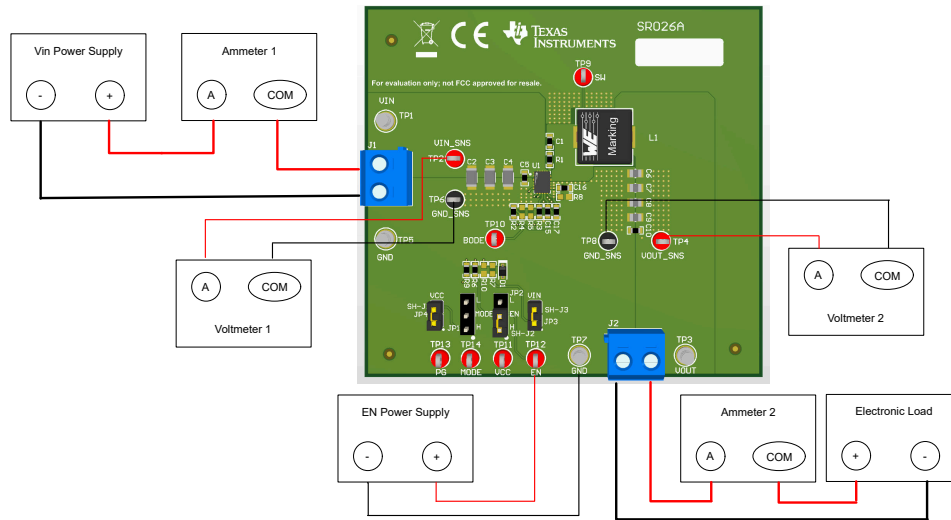

图 2-1. EVM 测试设置
参考表 2-1 所述的 EVM 连接，建议用于评估 TPS513885 的测试装置如图 2-1 所示。在提供 ESD 保护的工作站上工作时，请确保在处理 EVM 之前已连接所有腕带、靴带或垫子以使用户接地。
1. 在连接直流输入源之前，将输入电源的电流限值设置为最大 0.1A。确认输入源最初设置为 0V 并连接到 VIN\_SNS 和 GND\_SNS 连接点，如图 2-1 所示。
2. 连接 EN 直流源并将输入电源的电流限值设置为最大 0.1A。确认输入源最初设置为 0V 并连接到 EN 和 GND\_SNS 连接点，如图 2-1 所示。